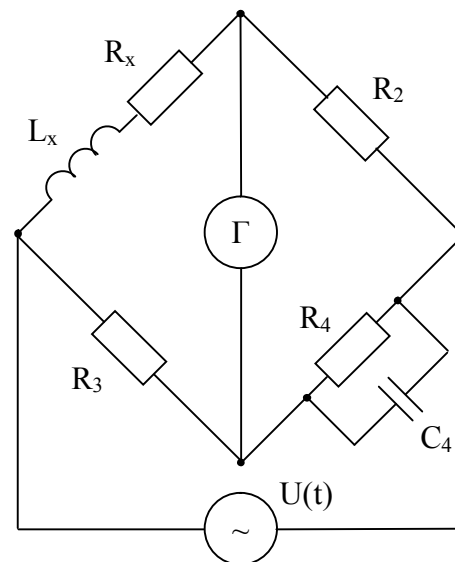

Рис. 3.
18. Мостовая цепь, изображенная на рис. 3, уравновешена. Определите  $R_x$  и  $L_x$ , если известно, что  $R_2 = 100$  Ом,  $R_3 = 100$  Ом,  $C_4 = 1$  мкФ,  $R_4 = 1000$  Ом.